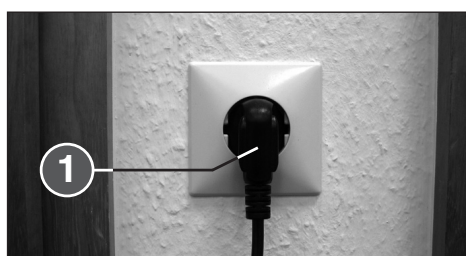

Fig. 2
- Enchufe el aparato a la red (1) (Fig. 2) (ver las indicaciones sobre el fusible previo necesario del tomacorriente en "CARACTERÍSTICAS TÉCNICAS").
- 1 = Clavija de enchufe a la red (Fig. 2)**